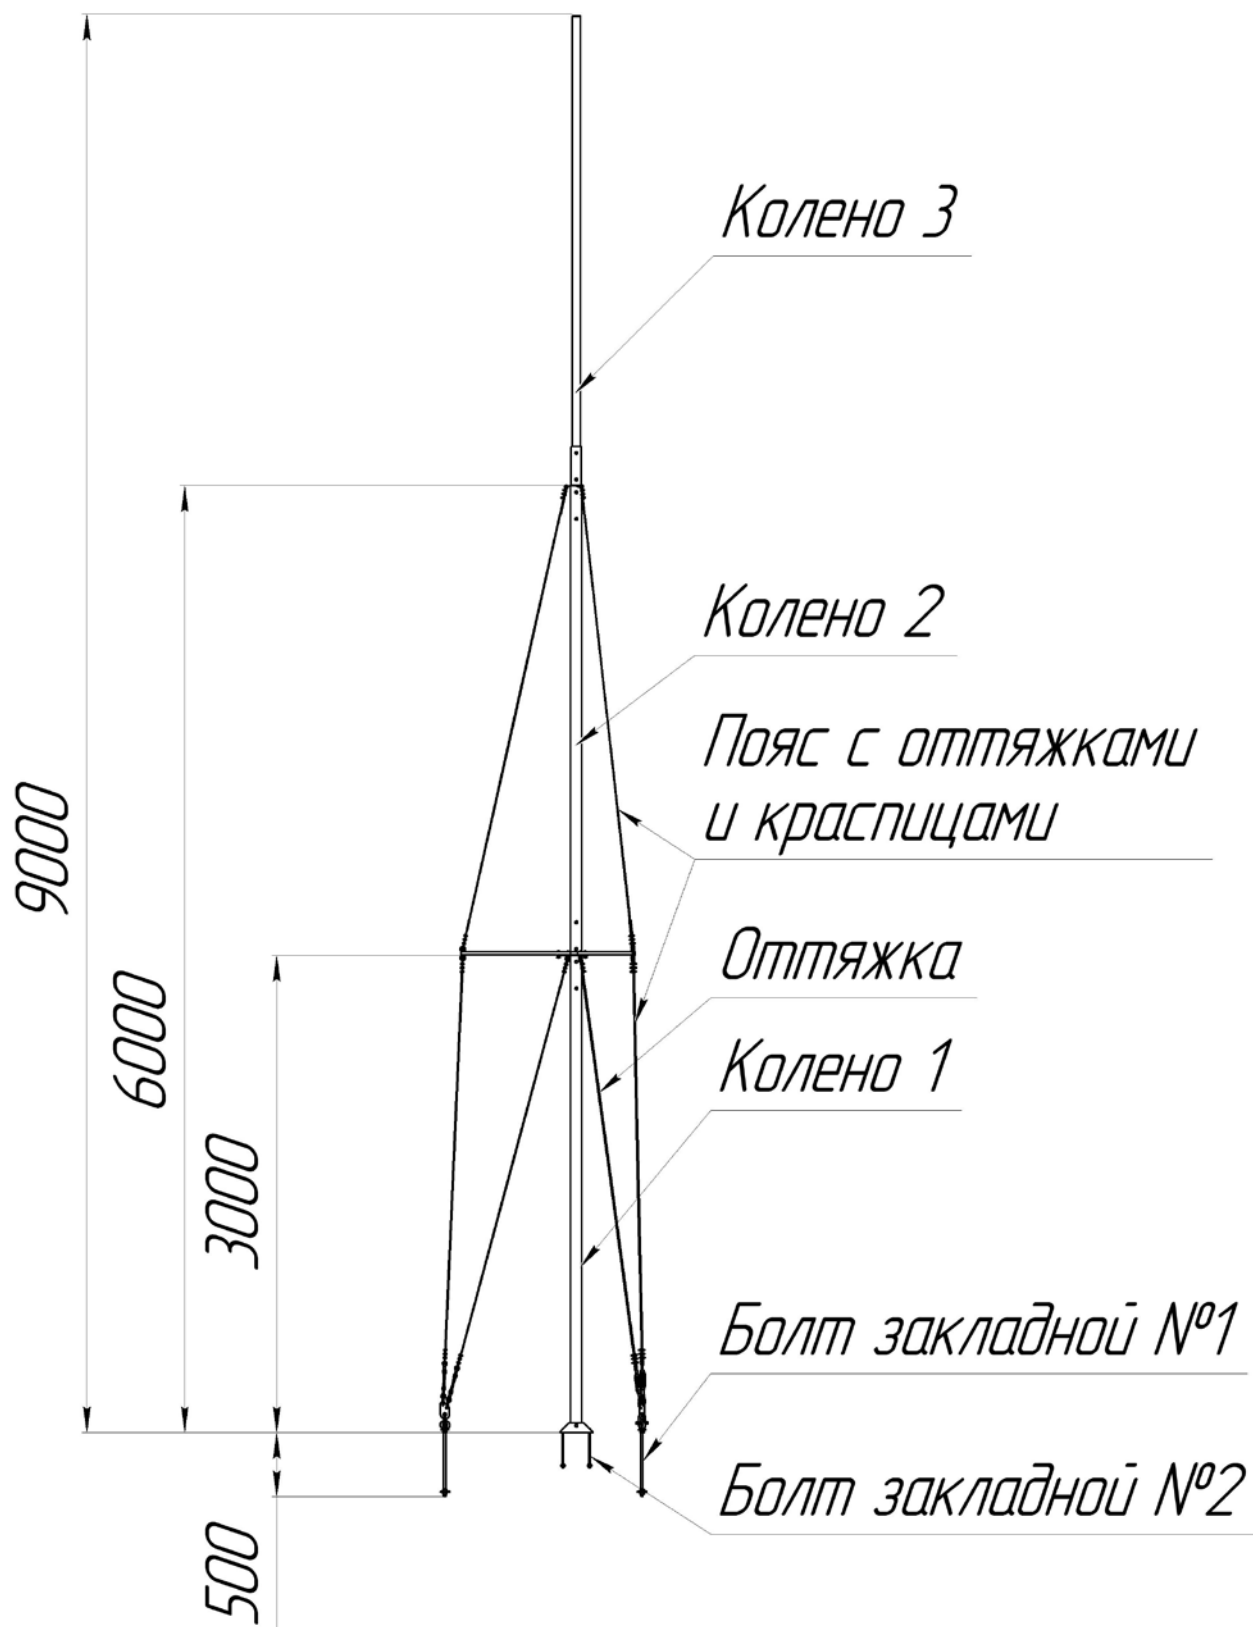
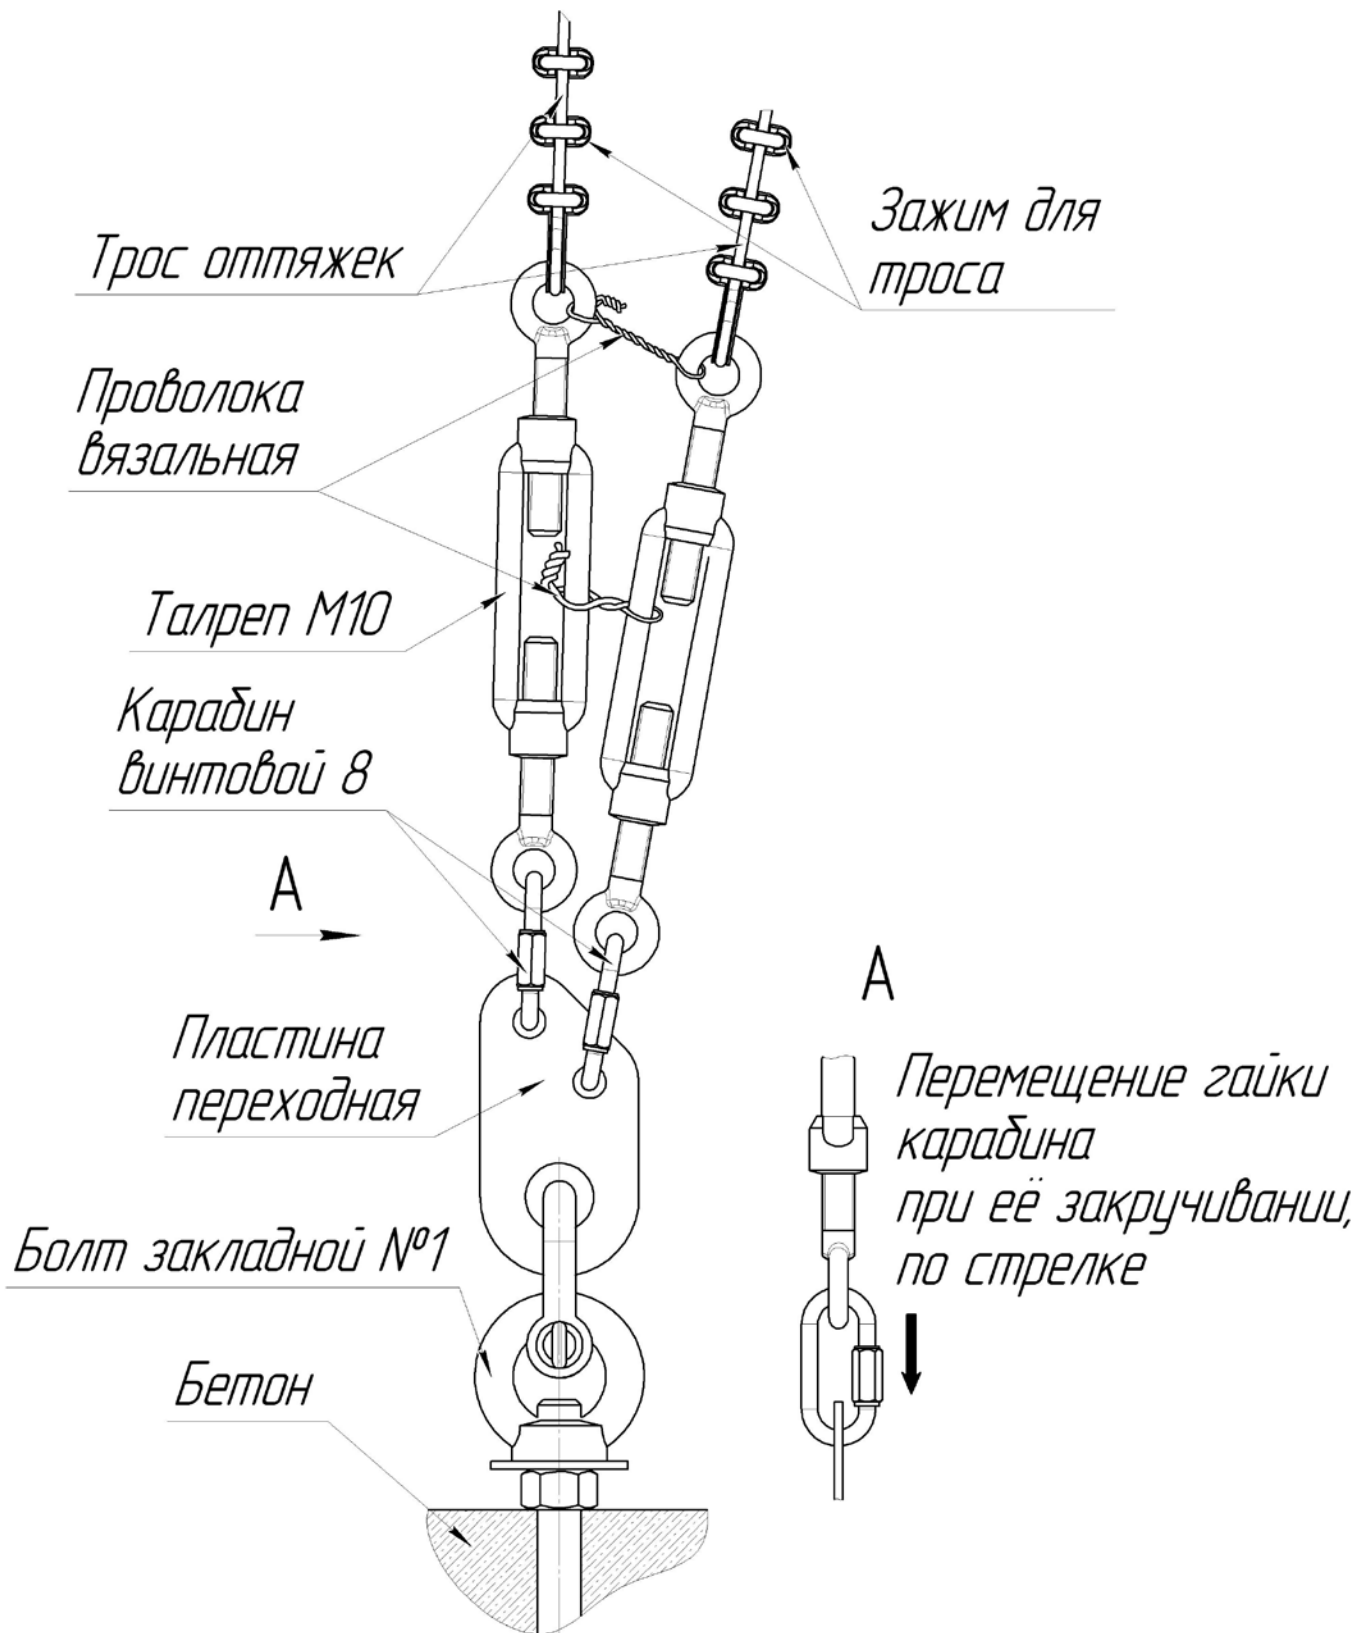

Рисунок 1 – Общая схема комплекта мачты МБ
Рисунок 10 – Сборка мачты МБ
6.1.19 Раскрутить талрепы, расположенные на оттяжках, увеличив их длину до максимальной. Закрепить два талрепа одного сектора за пластину переходную с помощью винтовых карабинов (рисунок 10).
ВНИМАНИЕ: Во избежание раскручивания гайки карабина, карабин установить в положение, чтобы гайка карабина при её закручивании перемещалась по стрелке (рисунок 10).
6.1.22 Зафиксировать мачту натяжением тросов оттяжек с помощью талрепов, мачту установить без заломов, строго вертикально по оси (рисунок 1), (рисунок 10).